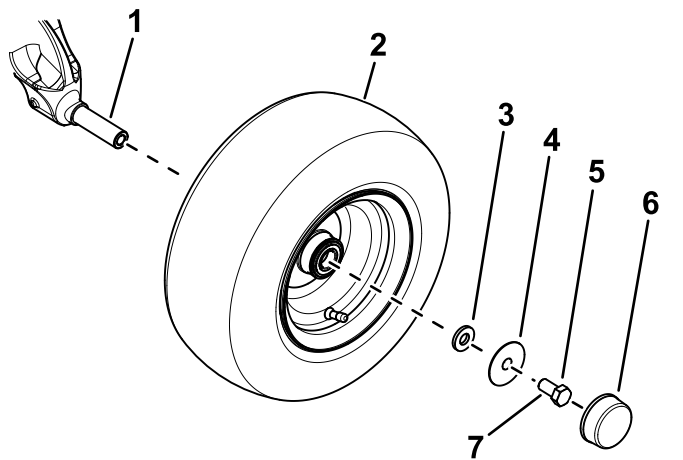

Figura 3
- B. Utilizzate una rondella piccola, una rondella grande, un bullone ($\frac{5}{8}$ " x $1\frac{1}{4}$ "), e fissate la ruota all'albero dell'assale (Figura 3).
- D. Montate il coperchietto antipolvere alla ruota(Figura 3).